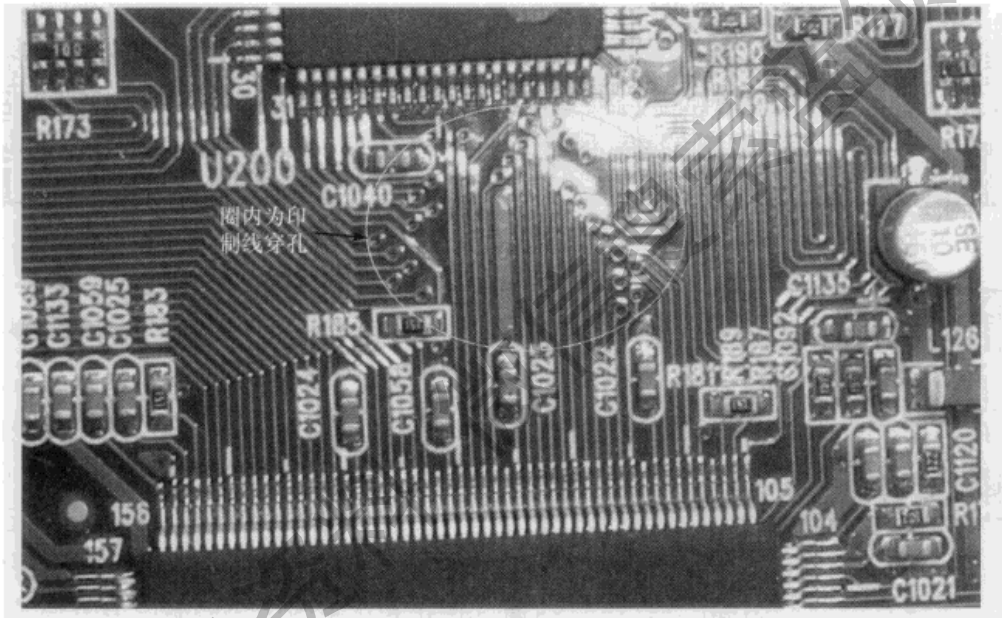

图 4-17 U105 与 U200 之间印制线路穿孔处
方法与技巧 图 4-17 中,R170~R176、R182、R181、R183~R190 连接在 U105 与 U200 之间,实现 U105 与 U200 间的数据传输。R177、R179 组成串联分压电路对 2.5V 进行分压,分得的 1.25V 电作为参考电压提供给 U105 的 58 脚。R178、R180 组成串联分压电路对 2.5V 分压,为 U105 的 104 脚提供适时缩放参考电压。当 U105 与 U200 之间电路损坏时,电视机将出现花屏故障,该故障类似我们常说的马赛克现象。
(1) 由于液晶彩电通常采用多层印制板走线,U105 与 U200 之间印制线路穿孔易出现接触不良的情况(印制线路穿孔如图 4-17 所示),最终导致电视机不定期出现花屏现象,由 U105 与 U200 之间印制线路穿孔接触不良造成的具有代表性的花屏故障如图 4-18、图 4-19 所示(见本书彩页)。
(2) U200 的 58 脚外接 R177、R179、C1117、C1119 出现故障,造成该脚电压异常;